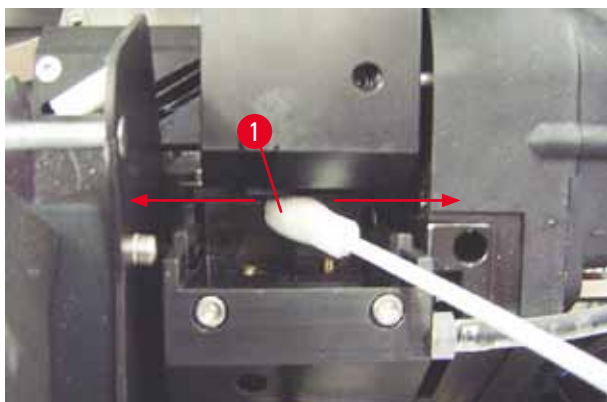

Fig. 51
5. Introduzca con cuidado la varilla en el espacio que hay debajo del cabezal de impresión (→ "Fig. 51"). Aplique una ligera presión hacia arriba (sobre el cabezal de impresión) y mueva la varilla de espuma adelante y atrás (aprox. 10 veces). De este modo se disuelven y eliminan los residuos de tinta seca.